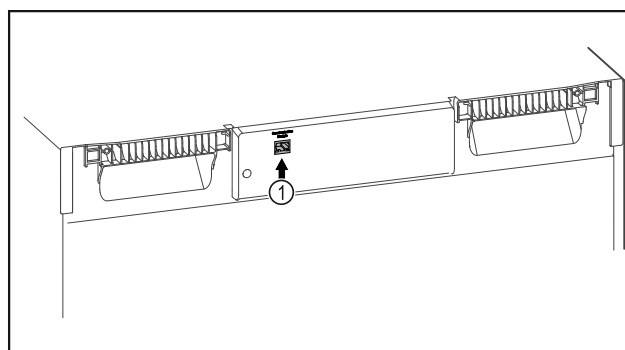

Fig. 98
- El SmartModule Fig. 98 (1) está colocado.